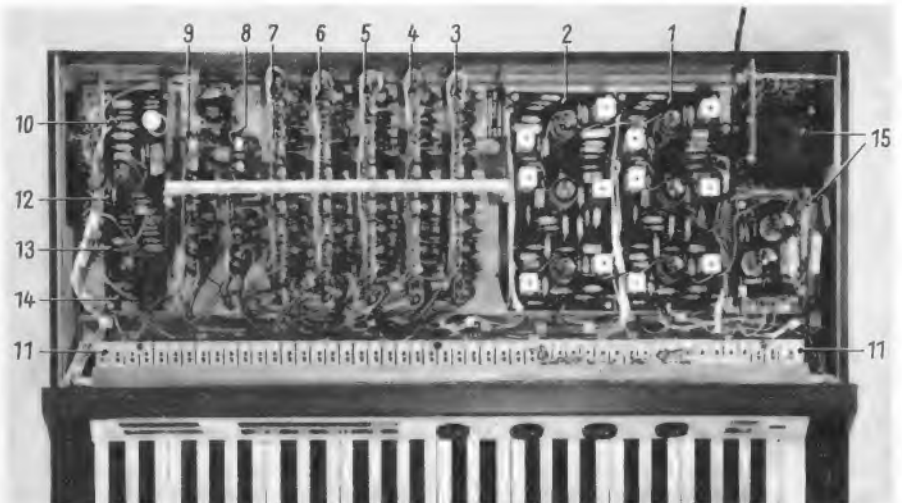
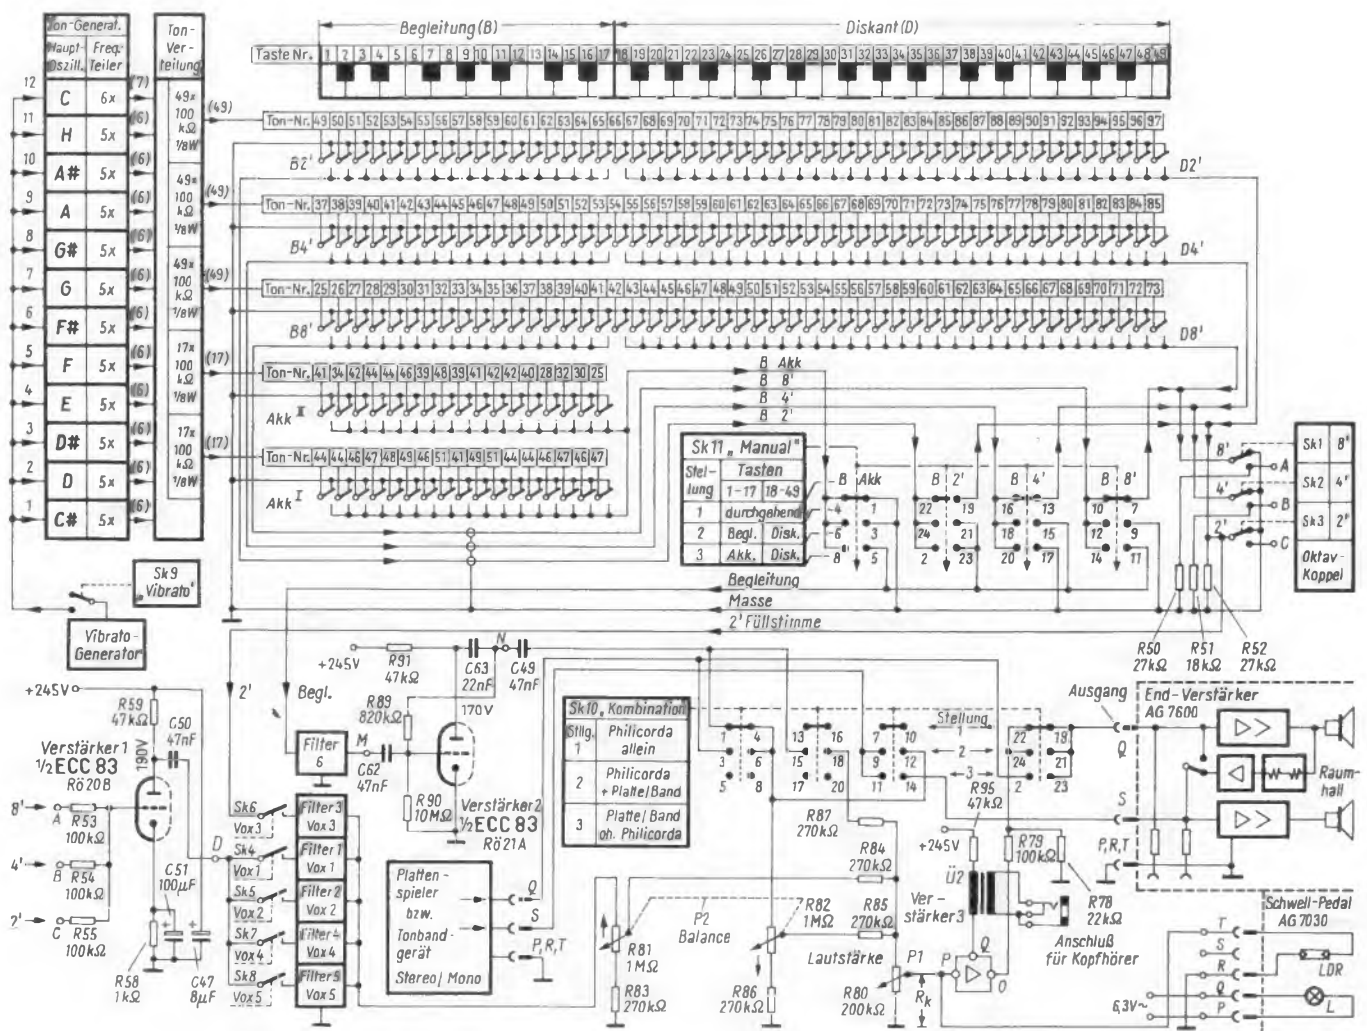
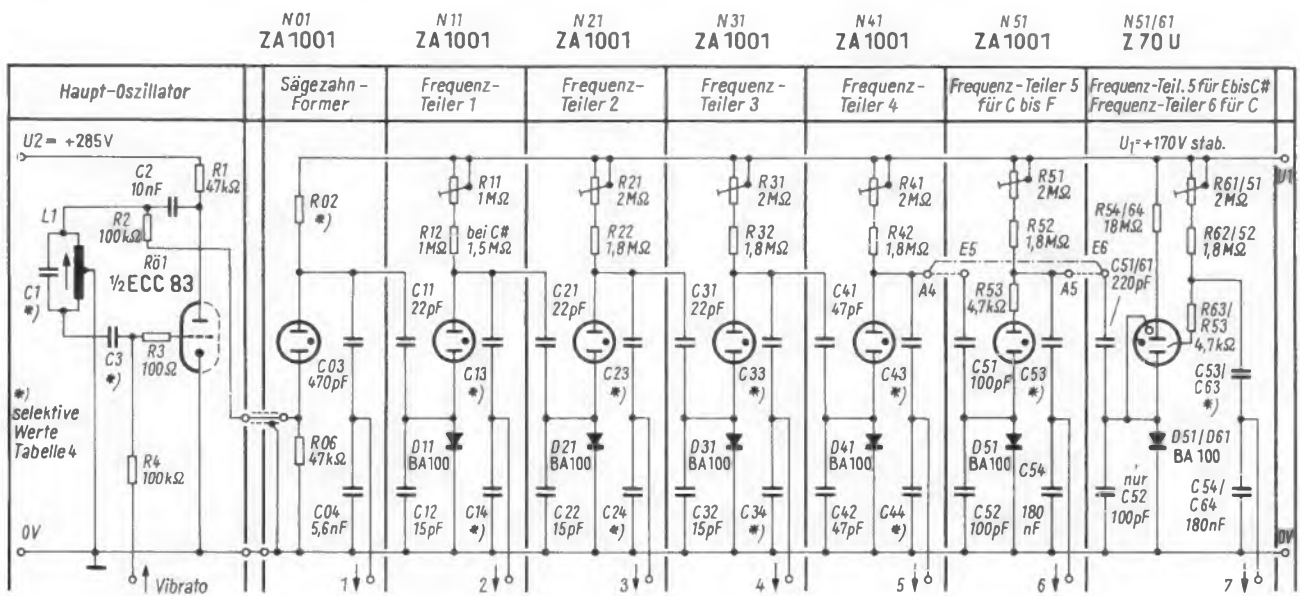
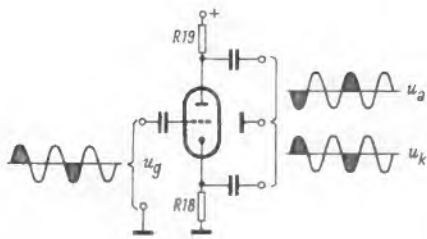

Bild 5. Blick auf den Spieltisch. Erläuterung der Positionen im Text
Bild 6. Der Gesamtstromlauf der Philicorda (z. T. als Blockschaltung dargestellt)
Bild 7. Schaltung der Tongeneratoren
Bild 8. Prinzipschaltung einer nach dem Katodyneverfahren arbeitenden Phasenumkehrstufe
Bild 5 zeigt einen Blick auf den Spieltisch der Philicorda. In Bild 6 ist der Gesamtstromlauf (z. T. als Blockschema) dargestellt.
Die Philicorda hat einen Tonumfang von sechs Oktaven (C bis c6) mit je zwölf Halbtönen (Bild 7). Den zwölf Halbtönen (Tabelle 41) entsprechend haben wir zwölf Tonfamilien mit je sechs Tönen (Tonfamilie C hat 7 Töne), die jeweils um je eine Oktave gegeneinander versetzt sind. In den zwölf Hauptoszillatoren werden die obersten zwölf Töne erzeugt: c5 – h4 – ais4 – a4 – gis4 – g4 – fis4 – f4 – e4 – dis4 – d4 – cis4. Zu beachten ist, daß der hier mit h bezeichnete Ton (in Deutschland üblich) in den Philicorda-Serviceunterlagen mit b bezeichnet wird, wie das international üblich ist; dieses b ist nicht gleichbedeutend mit ais, sondern mit h. Die zwölf Hauptoszillatoren arbeiten in Hartley-Dreipunktschaltung und erzeugen Sinustöne. Jeweils zwei Hauptoszillatoren benutzen gemeinsam eine Doppeltriode ECC 83. – In Bild 5 sind bei Pos. 1 die Hauptoszillatorplatte (2) für die Töne c5 bis g4 und bei Pos. 2 die Hauptoszillatorplatte (1) für die Töne fis4 bis cis4 zu sehen. An den Schwingkreis-Spulenbechern wird durch Verstellen der Trimmkerne die Tonstimmung des Instrumentes vorgenommen. Nur diese zwölf Töne werden gestimmt, die Suboktavtöne ziehen automatisch mit. Zur eigentlichen Tonerzeugung werden freischwingende Sägezahngeneratoren benutzt, da ihr Obertonspektrum am umfangreichsten ist. Jeweils die obersten Sägezahngeneratoren, also die Töne cis4 bis c5, werden durch die Sinus-Hauptoszillatoren synchronisiert. Die genannten Sägezahngeneratoren sind baumäßig als erste Stufe auf den Frequenzteilerplatten untergebracht.
mitgezogen wird, wenn sich die Synchronisierfrequenz um  $\pm 30\%$  ändert. Betrachten wir in Bild 7 die Schaltung der ersten Frequenz-Teilerstufe sowie Bild 8. Der Ladekondensator C (hier als kapazitiver Teiler C 13/C 14 für die Abnahme der erzeugten Frequenz) wird von der Betriebsspannung  $U_B$  über den Ladewiderstand R (hier zur besseren Einstellbarkeit aufgeteilt in den Festwiderstand R 12 und das Trimpotentiometer R 11) aufgeladen, bis das Potential über den Kondensator C die für die Zündung der Gasdiode N 11 erforderliche Zündspannung  $U_Z$  erreicht hat. Dann entlädt sich der Kondensator C über die gezündete Gasdiode solange, bis sein Potential auf die Löschespannung  $U_L$  abgesunken ist und die Gasdiode durch Verlöschen gesperrt wird. Dann beginnt wieder die Ladung, und der Zyklus wiederholt sich ständig. Jede dieser freischwingenden Perioden läuft in der ungefähr gleichen Zeit  $T_F$  ab. Das reziproke Verhältnis der Zeit  $T$  ist aber die Frequenz  $n$ , die am kapazitiven Teiler C 13/C 14 abgenommen wird. Die Frequenz wird bestimmt durch
Die Synchronisierfrequenz wird – von der vorangehenden Stufe kommend – über den kapazitiven Teiler C 11/C 12 an die Katode der Gasdiode N 11 geführt. Die Werte für C 11 und C 12 müssen sehr klein sein, damit die Entladeimpulse der Frequenzteilerstufe nicht auf die vorangehende Stufe zurückwirken und dort unerwünschte Subharmonische erzeugen. Damit trotz der kleinen C-Werte die Synchronisierfrequenz mit genügend hoher Spannung zugeführt werden kann, ist die Siliziumdiode D 11 eingefügt. Sie ist gesperrt, wenn die Gasdiode N 11 nicht gezündet ist. Somit steht die Synchronisierfrequenz zeitweilig – entsprechend ihrer Sägezahnform – mit negativem Spannungspotential (gegen Masse) an der Katode der Gasdiode, was wiederum das Potential über der Gasdiode vergrößert, so daß sie bereits zündet, bevor das Potential des Ladekondensators den eigentlichen Zündspannungswert erreicht hat. Das ist sehr deutlich, aber stark übertrieben, im rechten Teil von Bild 8 dargestellt. In der Praxis ist  $T_S$  etwa gleich  $0,7 T_F$ . Bei Zündung der Gasdiode wird auch die Siliziumdiode leitend, und ihr Widerstand geht gegen Null, so daß eine schnelle Entladung des Ladekondensators über Gas- und Siliziumdiode und damit eine sehr steile Entlade-flanke der Sägezahnspannung erreicht werden. Die steile Flanke ist wichtig für einen hohen Gehalt an harmonischen Teiltönen im erzeugten Frequenzgemisch. – In Bild 5 sind bei den Positionen 3 bis 9 die Frequenzteilerplatten zu sehen. Die Platte Position 3 enthält die Sägezahnformerstufen und die
Die Schaltung Bild 9 ist als Phasenschiebegerator bekannt, eine Erläuterung erübrigt sich daher. Die Vibratofrequenz beträgt etwa 6 Hz. Vibratofrequenz und -amplitude sind nicht regelbar. Entsprechend Bild 6 wird das Vibrato über den zwölf Hauptoszillatoren jeweils über den
Trennwiderstand R 4 (Bild 7) eingespeist, und es erzeugt in jedem Oszillator ein Frequenzvibrato. In Bild 5 enthält die mit Position 10 bezeichnete Platte am hinteren Ende die Vibratobaugruppe.
Von den Tongeneratoren (Bild 7) gehen je Ton eine Tonfrequenzleitung, insgesamt also 73 Tonfrequenzleitungen, zur Tonverteilung. Jeder Ton wird in der Tastung mehrfach, nämlich für  $8'$ ,  $4'$ ,  $2'$  und für die Akkorde, gebraucht, und er muß deshalb in der Tonverteilung für jeden Tastenkontakt über einen Trennwiderstand (100 k $\Omega$ ) verharft werden. Die Tonverteilung enthält 181 solcher Trennwiderstände.
In Bild 6 sind oben die Manuالتasten und unter jeder Taste die zugehörigen Tastkontakte dargestellt. Die bei den Tastkontakten in Kästchen angegebenen Zahlen sind die Ordnungszahlen der Tonfrequenzen, die von der Tonverteilung kommen. Die Tonfrequenzen werden bei nichtgedrückten Tasten über die Tastruhekontakte an Masse, bei gedrückten Tasten über die Tastarbeitskontakte auf Sammelleitungen geführt. Entsprechend der Manualteilung in Begleitung (B) auf den Tasten 1 C bis 17 E und in Diskant (D) auf den Tasten 18 F bis 49 C sind die Sammelleitungen unterteilt in B und D. Für den Begleitungs teil B gibt es die Sammelleitungen B 2', B 4', B 8', Akk I und Akk II, für den Diskantteil D die Sammelleitungen D 2', D 4' und D 8'. Demzufolge haben die Begleitungsstasten 1 C bis 17 E je
fünf Umschaltkontakte und die Diskantasten 18 F bis 49 C je drei Umschaltkontakte. Die Sammelleitungen Akk I und Akk II werden zu einer Sammelleitung B Akk zusammengefaßt. In Bild 5 sind bei Position 11 nur die oberen Pilotführungen der Tastkontakte zu sehen.
Zur Tonformung gehören die Oktavkoppel, das Filter 6 und die Voxregister. Die Diskantsammelleitungen D 8', D 4' und D 2' werden auf jeden Fall, die Begleitssammelleitungen B 8', B 4' und B 2' nur in Stellung 1 des SK 11 über die Oktavkoppelschalter SK 1 (8'), SK 2 (4') und SK 3 (2'), die wahlweise einzeln oder kombiniert eingeschaltet werden können, auf die Eingänge A, B und C des (Misch-)Verstärkers geführt. Zusätzlich wird unter Umgehung der Oktavkoppelschalter ein Abzweig der Sammelleitung D 2' (und gegebenenfalls B 2') über eine Leitung 2' und über den Registerschalter SK 6 auf das Filter Vox 3 für die 2'-Füllstimme geführt. — In Bild 5 weist Position 12 auf den Verstärker 1, Position 13 auf den Verstärker 2 und Position 14 auf den später erwähnten Verstärker 3 hin. Diese drei Verstärker sind mit dem Vibratogenerator auf einer gemeinsamen Platte
Auf den zweiten Nf-Verstärker folgt die Phasenumkehrstufe mit dem zweiten System der ECC 82, für die sich aber auch die Typen ECC 83 und ECC 808 eignen. Das Schaltbild (Bild 7) enthält das Beispiel der sogenannten Katodyneschaltung mit aufgeteiltem Arbeitswiderstand R 18 und R 19. Der im Katodenweig liegende Widerstand hat den gleichen Wert wie der in den Anodenkreis geschaltete. Bild 8 zeigt stark vereinfacht den Prinzipschaltplan der Katodyneschaltung. Alle nicht unmittelbar mit der Aufgabe der Phasenumkehr zusammenhängenden Schaltteile sind fortgelassen. Am Eingang der Stufe steht eine Folge von drei vollen Nf-Schwingungszügen, von denen die erste und die vierte Halbwellen, also eine positiv und eine negativ gerichtete, in ihren Auswirkungen auf die Steuerung der Röhre und die Spannungsabfälle an den Arbeitswiderständen R 18 und R 19 betrachtet werden sollen.